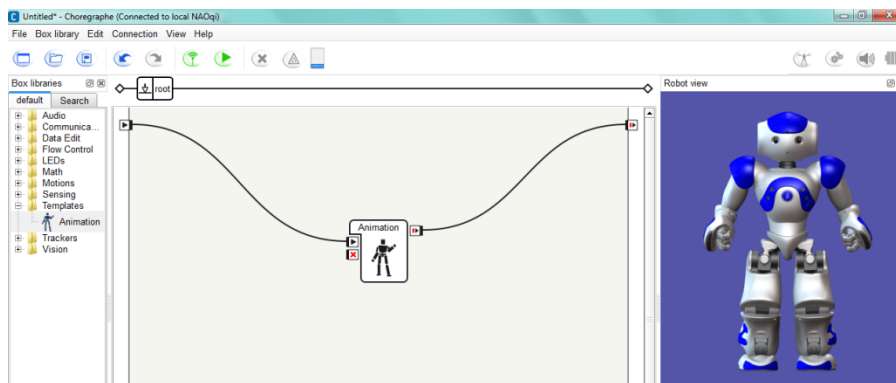

Figura 4.4 Bloque Animation.
2.- Seleccionamos y arrastramos al área de trabajo, el bloque  Animation, perteneciente a la Caja de Librerías por Default. Esta se usa para crear cualquier animación en el robot (ver Figura 4.4).